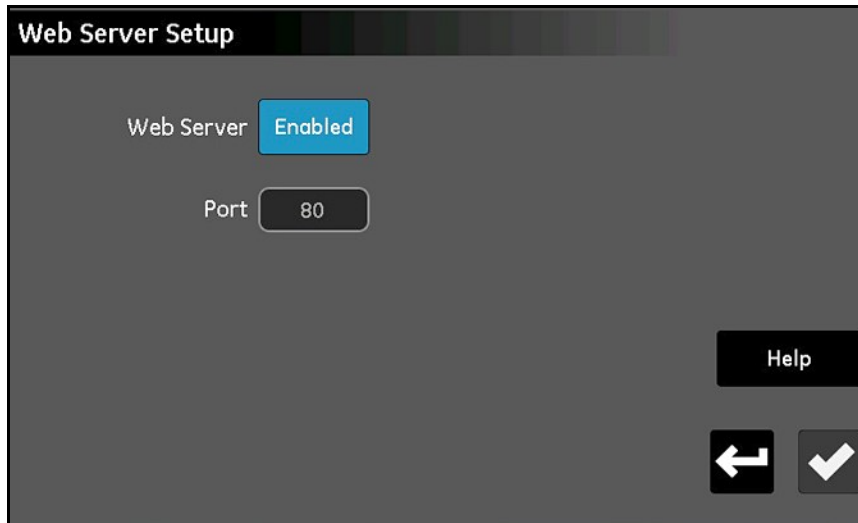

Figura 73: Pantalla de configuración del servidor Web
1. En la pantalla *Menú Configuración* (consulte la *Figura 52 en la página 57*), pulse el botón **Servidor Web** para abrir una pantalla *Configuración de servidor Web* similar a la de la *Figura 73*.